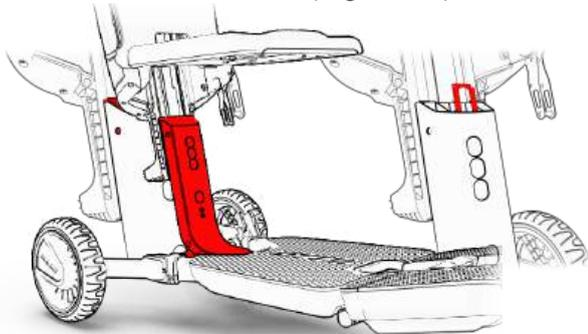

Figura 24 Copertura altezza sedile (continua)
1. ATTO deve essere in posizione aperta per regolare l'altezza del sedile. Sollevate il sedile in posizione verticale, individuate il coperchio di regolazione dell'altezza del sedile, che si trova alla base del sedile proprio sotto i perni del sedile, e rimuovetelo premendo su due punti laterali con un cacciavite (Figura 24).
2. Sotto il coperchio troverai una staffa metallica che deve essere rimossa. Tenere la staffa tra le dita e sollevarla. Ricordare la posizione della staffa per facilitare il riposizionamento (Figura 24, passaggio 2).